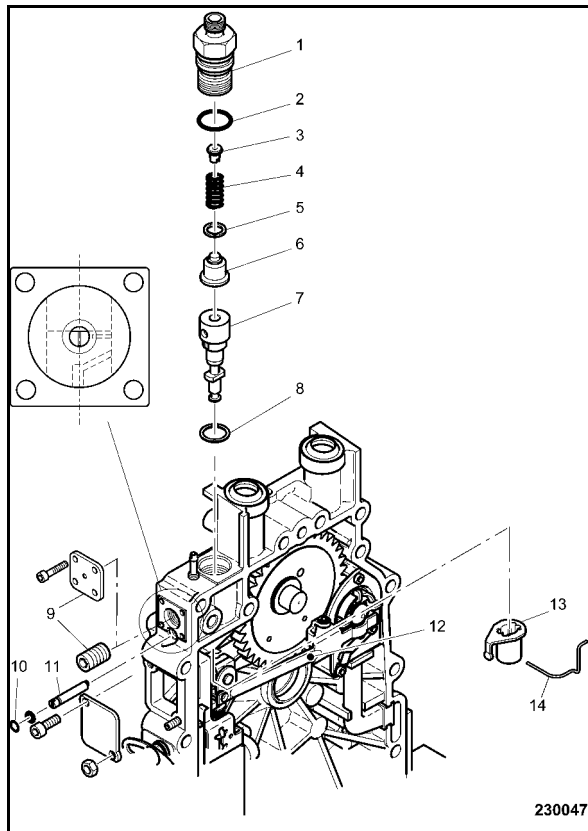

Fig. 77
- Desenroscar el soporte de válvula de presión (1) (Fig. 77) con junta tórica (2).
- Retirar la pieza intermedia (3), el resorte (4), la junta anular (5), y la válvula de presión (6).
- Sacar la arandela espaciadora (8) (Fig. 77).
El casquillo de regulación (13) (Fig. 77) está fijado con el estribo (14) y no es necesario de desmontarlo.